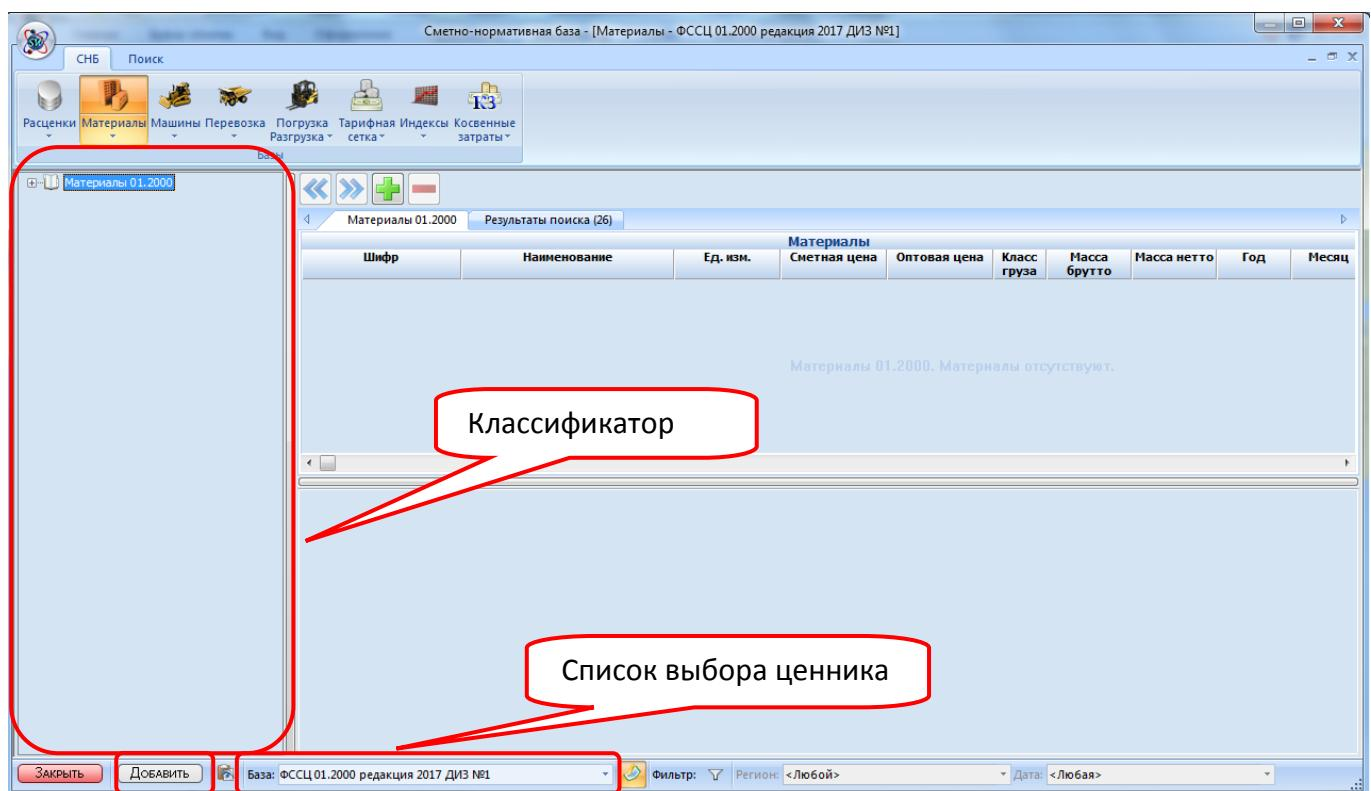

Рис. 4.99 Диалоговое окно Сметно-нормативная база
- В открывшемся окне **Сметно-нормативная база** (рис. 4.99) выбрать из раскрывающегося списка нужный ценник и нажать на кнопку  для перехода в режим редактирования;